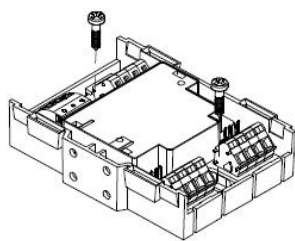

Fig. 9
- Instalação diretamente em um gabinete de comutação ou em uma unidade de controle: monte o módulo sobre uma superfície uniforme (Fig. 9).
- Coloque o módulo no invólucro e fixe com dois parafusos (Fig. 9/10).
- Fixe o módulo com dois parafusos (M4 X15) (Fig. 9). Distância entre furos: $63,5 \pm 1,0$ mm